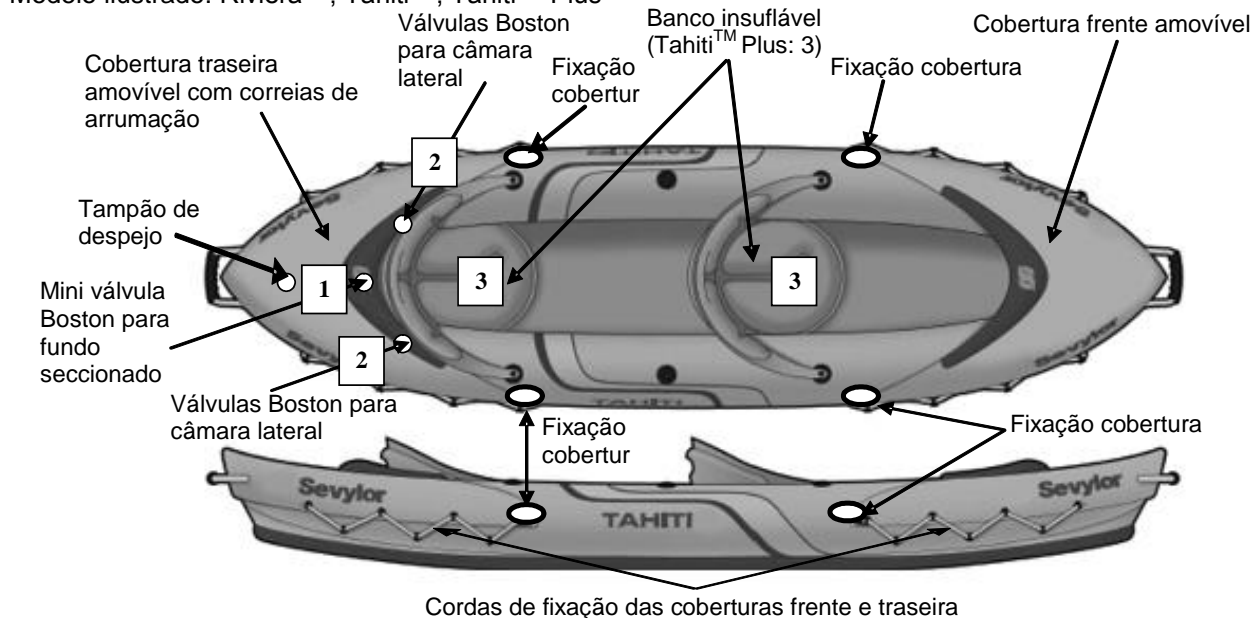

Figura 1
a) Válvula(s) Boston (figura ao lado): desaparafuse a tampa da válvula (1), aparafuse o corpo da válvula (2) na base da válvula (3); mantenha esta a tampa acessível. Introduza a extremidade do tubo da bomba na válvula e encha até atingir o nível de pressão recomendado (ver ponto 3). Após o enchimento, fechar bem todas as válvulas com as suas tampas (nos sentido dos ponteiros do relógio). **N.B.:** uma ligeira fuga de ar antes do fecho das válvulas com as suas tampas é normal. Apenas a tampa das válvulas assegura a **ESTANQUIDADE**.
3. Encha o barco segundo a ordem de enchimento indicada na placa matrícula impressa no barco (ver também a figura 1, a numeração das válvulas).